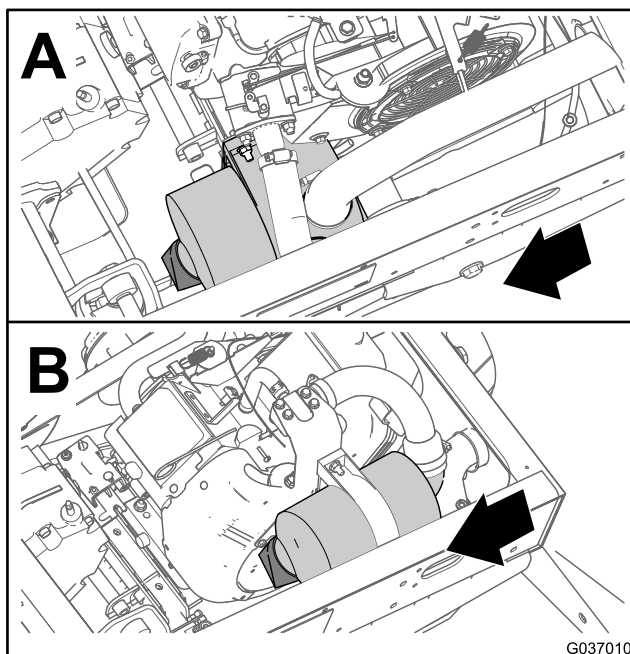
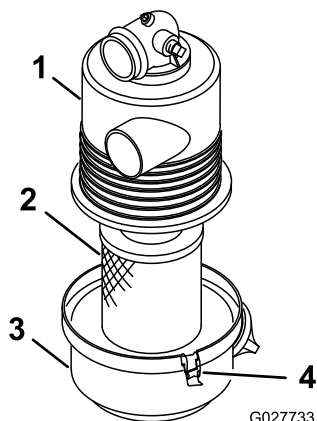

Figura 29
Figura 30
2. Verifique se existe algum dano no corpo do filtro de ar que possa provocar uma fuga de ar (Figura 29 e Figura 30).
3. Liberte os trincos que fixam a cobertura do filtro de ar à respectiva caixa (Figura 30).
4. Separe a cobertura do filtro de ar da caixa e limpe o interior da cobertura (Figura 30).
3. Insira o elemento do filtro de ar na caixa do filtro (Figura 30).
4. Alinhe a cobertura do filtro do ar com a caixa (Figura 30).
5. Prenda a cobertura à caixa com as patilhas (Figura 30).